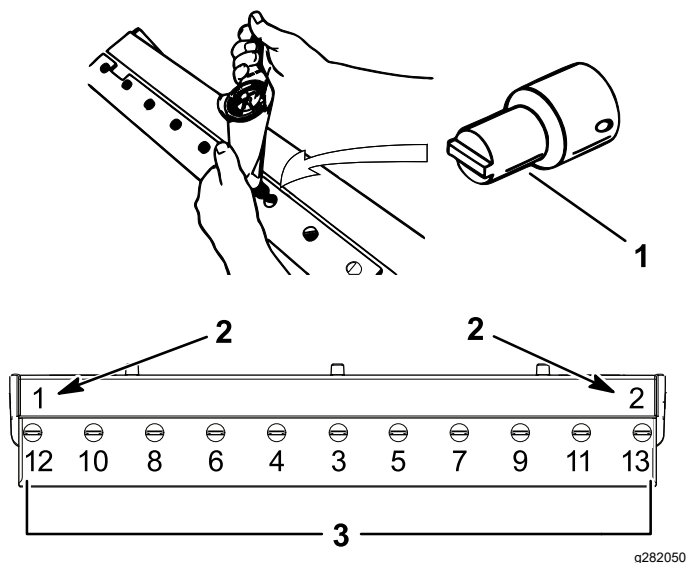

Figura 19
- A. Aperte os dois parafusos exteriores com 1 N·m; consulte a Figura 19.
- B. Trabalhando a partir do centro da lâmina, aperte os parafusos com 23 a 28 N·m; consulte a Figura 19.